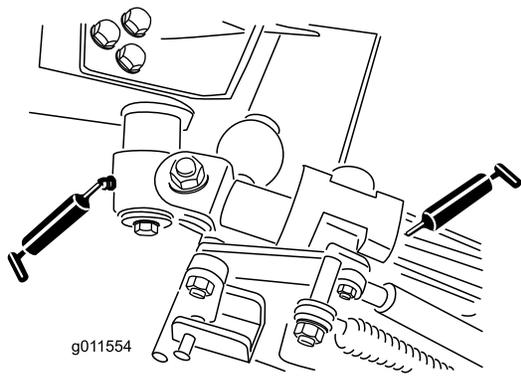

Bild 43
- Kipphebel-Drehbüchsen (2) (Bild 43)
- Hintere Armbüchsen (4) (Bild 43)